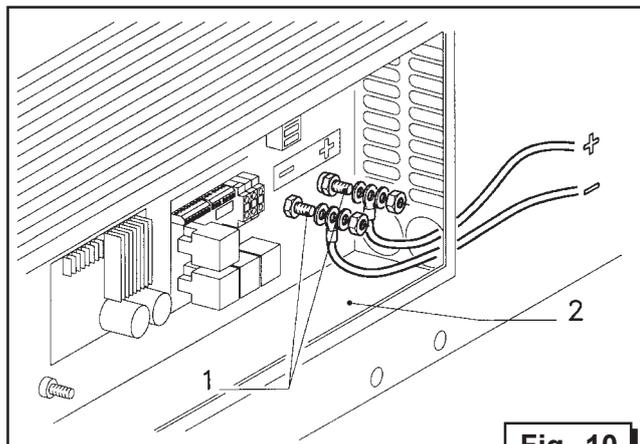

Fig. 10
Per l'avviamento del gruppo è necessario collegare una batteria a 12 V di capacità non inferiore ai 60 Ah. Essa va allacciata al generatore attraverso gli appositi morsetti (Fig. 10 rif. 1) posti all'interno del quadro di collegamento (Fig. 10 rif. 2), utilizzando cavi di sezione pari a 25 mm² per distanze inferiori a 5 mt e sezione di 35 mm² per distanze superiori.
In order to start up the generator, this must be connected to a 12-V battery having a capacity of at least 60 AH. The battery must be connected to the generator by means of terminals (Fig. 10 Ref. 1) located inside the distribution panel (Fig. 10 Ref. 2) using leads with a cross section of 25 sq. mm for distances below 5 m and 35 sq. mm for longer distances.
Pour le démarrage du groupe, il est nécessaire de brancher une batterie de 12 V d'une capacité non inférieure à 60 Ah. Elle doit être branchée au générateur au moyen des bornes appropriées (Fig. 10 Réf. 1) situées à l'intérieur du tableau de branchements (Fig. 10 Réf. 2) en utilisant des câbles d'une section de 25 mm² pour des distances inférieures à 5 m et de 35 mm² pour des distances supérieures. Exécuter en séquence les opérations suivantes :
Zum Starten des Aggregats muß es an eine 12-V-Batterie mit einer Kapazität von mindestens 60 Ah angeschlossen werden. Diese wird am Generator über die entsprechenden Klemmen (Abb. 10, Pos. 1) im Inneren des Anschlußkastens (Abb. 10, Pos. 2) angeschlossen, wobei Kabel mit einem Querschnitt von 25 mm² für Entfernungen unter 5 m und für höhere Entfernungen Kabel von 35 mm² zu verwenden sind.
Para el arranque de la unidad es necesario conectar una batería de 12 V con capacidad no inferior a 60 Ah. Esta batería debe ser conectada al generador mediante los respectivos bornes (fig.10 ref.1) situados en el interior del cuadro de conexión (fig.10 ref.2), utilizando cables con sección de 25 mm² para distancias inferiores a 5 m y con sección de 35 mm² para distancias superiores a 5 m.